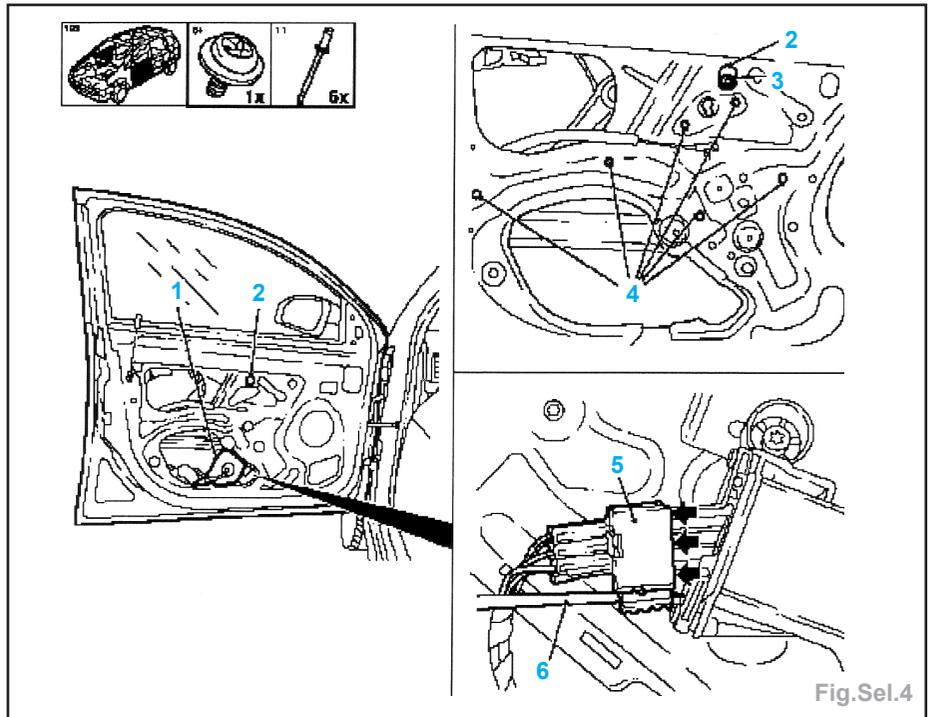

Fig.Sel.4
- le lève-glace sur la glace et le fixer sur la porte (Fig.Sel.4) :
- reposer la vis (3) sans la serrer,
- riveter les 6 rivets (4),
- serre la vis (3).
- Déclipser le cache (1) de faisceau (Fig.Sel.4).
- Déverrouiller la fiche (5) avec un tourne-vis (6).